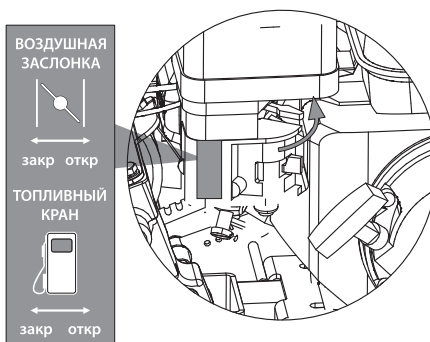

Рис. 13
5. После запуска и прогрева двигателя переведите воздушную заслонку в положение «ОТКРЫТО» (рис. 13).